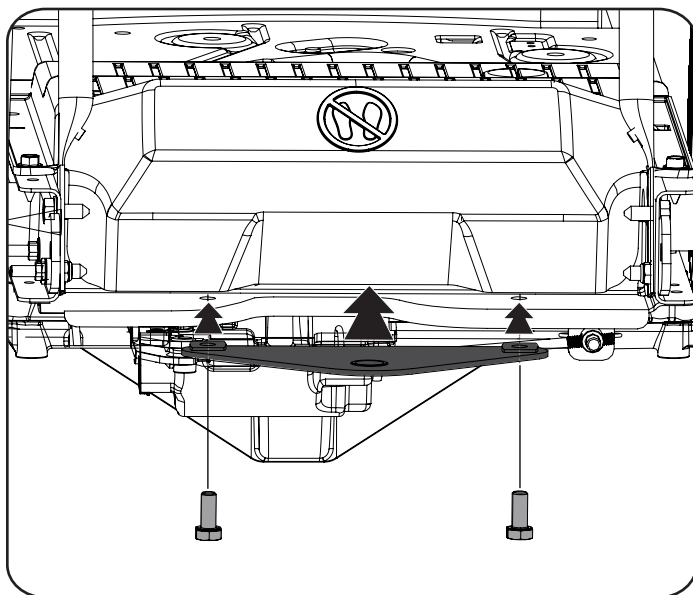

Figura 15
1. Deslice la placa de enganche entre el marco y la cubierta trasera de su jinete. Vea la Figura 15.
2. Cuando los orificios de la placa de enganche y el bastidor estén alineados, instale los dos tornillos hexagonales de la bolsa manual a través del bastidor y en la placa de enganche. Vea la Figura 15.